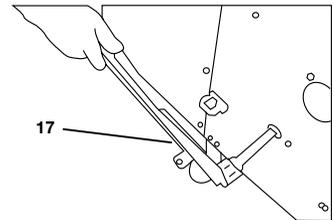

Bild 13
Nun kann der Verstellhebel (17) seitlich herausgezogen werden (siehe „Bild 13“).